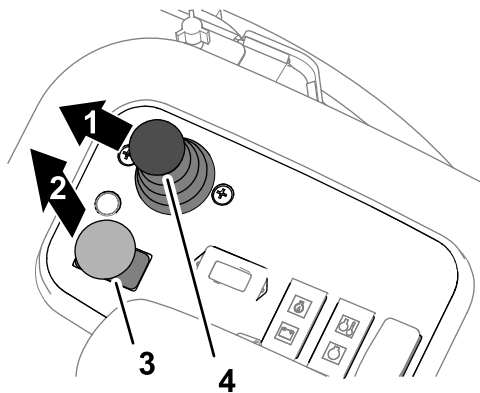

Figura 98
3. Mueva la palanca de control bajar/segarr/elevar hacia adelante (Figura 98).